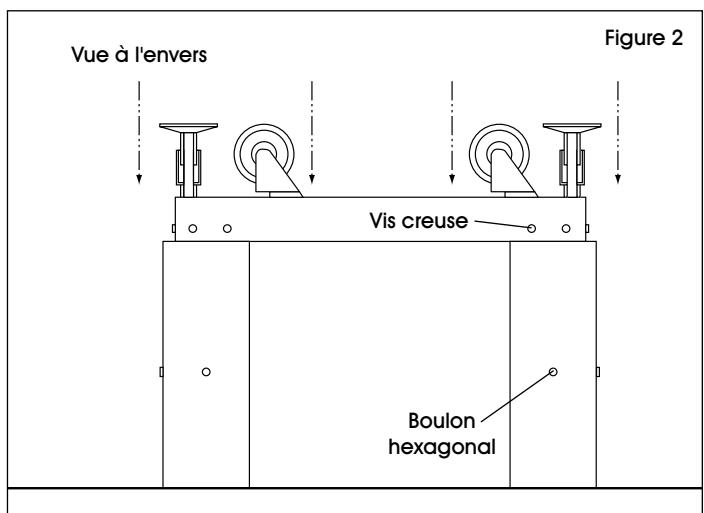

Figure 2
4. Vissez les pieds dans les trous filetés sous la tablette. Insérez les roulettes dans l'encastrement de nylon près des pieds. (Voir Figure 2)